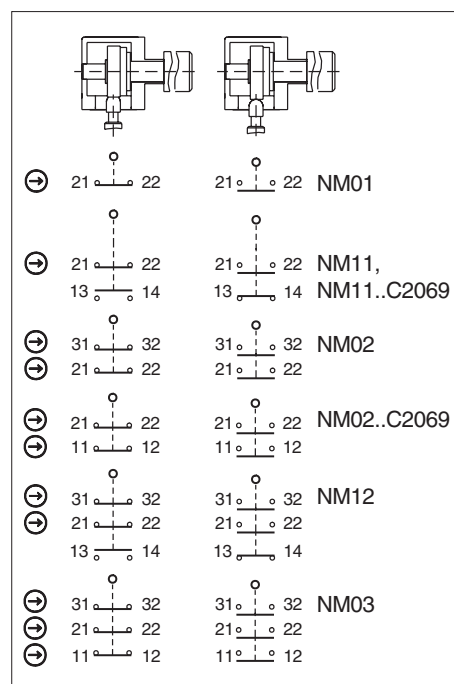

Fig. 3 : Éléments de commutation et fonctions de commutation
Utiliser au moins un contact . Celui-ci signale la position du protecteur (affectation des contacts, voir Fig. 3).
3. Effectuer le raccordement et serrer les bornes au couple de 0,5 Nm (affectation des contacts, voir Fig. 3).